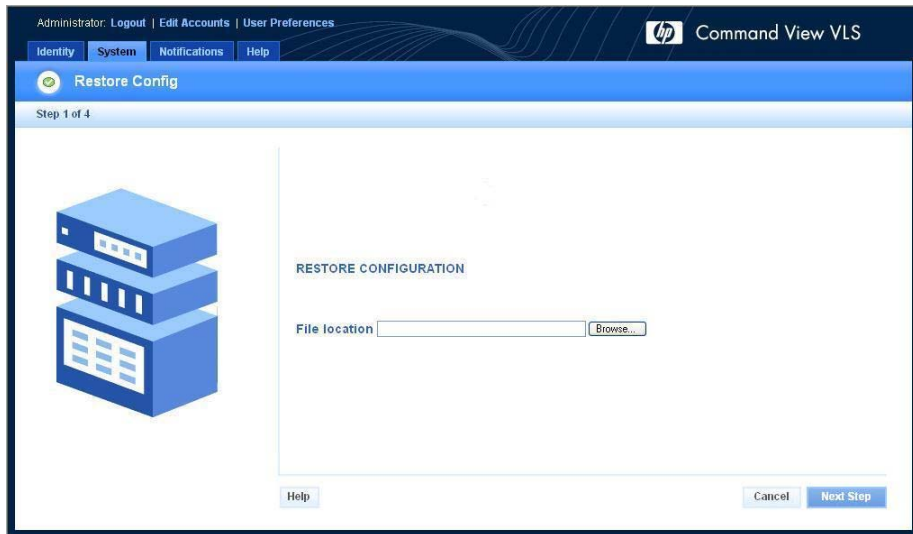

Figure 113 Fenêtre Restore Config (Restauration de la configuration)
4. Cliquez sur **Restore Config** (Restaurer la configuration) dans la barre des tâches. La fenêtre Restore Configuration (Restauration de la configuration) s'ouvre (Figure 113).